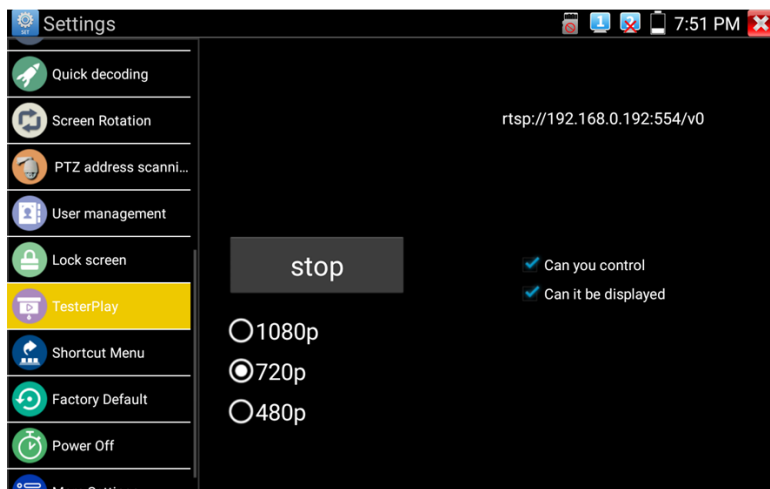
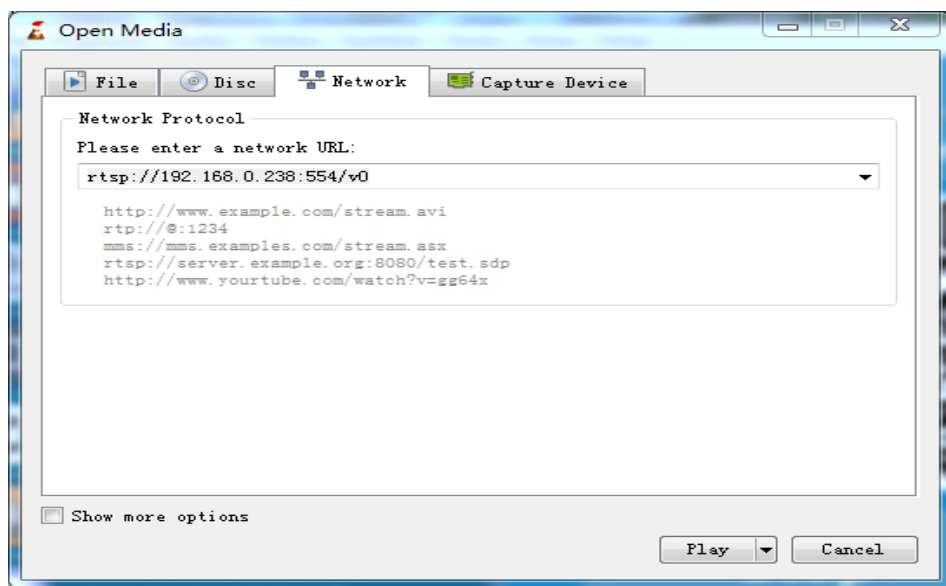

Рис. 26 Приложение TesterPlay
Рис. 29 Настройки VLC плеера на ПК
- 1) Найдите ярлык приложения TesterPlay в настройках тестера (рис. 26);
- 4) Укажите RTSP адрес в строке, как показано на рис. 29 (RTSP адрес трансляции указан в приложении TesterPlay, рис. 26), нажмите кнопку Play (Воспроизведение);